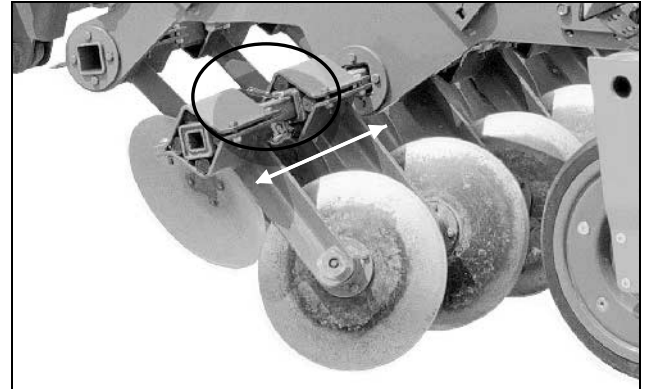

Fig. 31
- Randscheiben (Fig. 31) in Arbeitsstellung bringen: